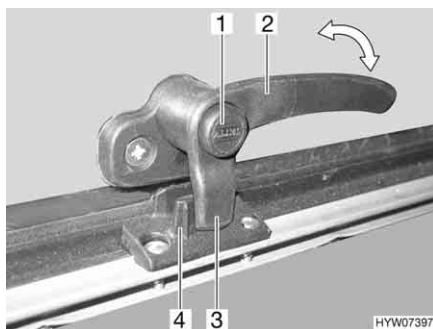
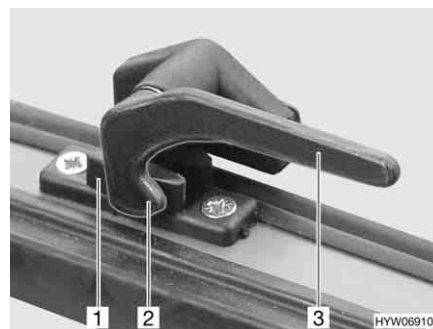

Fig. 53 Palanca de bloqueo con botón de seguridad en la posición de "cerrado"
Fig. 54 Palanca de bloqueo en la posición de "cerrado"
- Si existe, pulsar el botón de seguridad (Fig. 53,1) y mantenerlo pulsado.
- Girar la palanca de bloqueo (Fig. 53,2 ó Fig. 54,3) un cuarto de vuelta hacia la mitad de la ventana.
- Girar la palanca de bloqueo (Fig. 53,2 ó Fig. 54,3) un cuarto de vuelta hacia el marco de la ventana. El saliente de bloqueo (Fig. 53,3 ó Fig. 54,2) de la palanca de bloqueo se encuentra en la cara interior del bloqueo de la ventana (Fig. 53,4 ó Fig. 54,1).
- En la posición "cerrada fijamente" (Fig. 53 y Fig. 54)